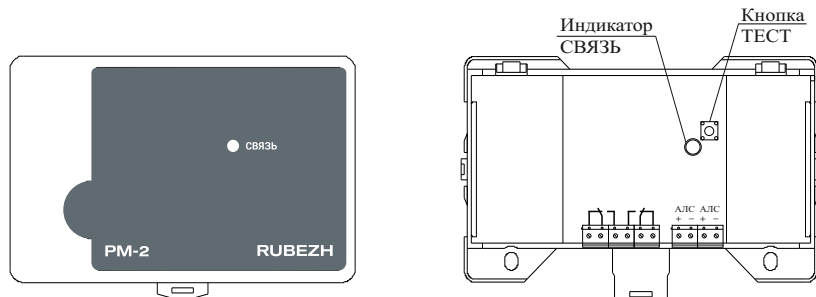

Рисунок 1
7.5 Для конфигурирования релейного модуля, подключенного к АЛС, начальный адрес которого неизвестен, необходимо зайти в меню прибора, выбрать пункт «Настройка» («Конфигурация») => «Сервис» => «Адресация устройства» и нажать кнопку ТЕСТ на релейном модуле (рисунок 1). На экране прибора откроется меню параметров релейного модуля: